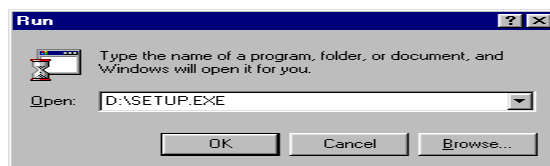

Figura 4: Come iniziare l'installazione dei driver e delle applicazioni
4. Nella riga di comando, digitare [D:\SETUP.EXE]. Fare quindi clic su "OK" (vedere la figura 4).